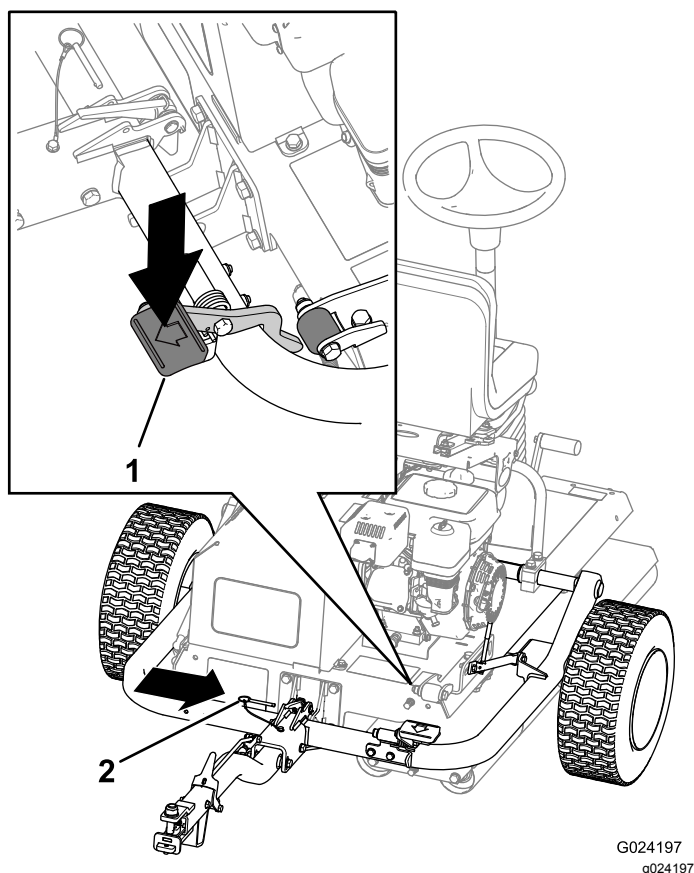

Figura 8
6. Pise o pedal do engate até o engate ficar bloqueado no lugar (Figura 8).
7. Insira o pino de bloqueio (Figura 8).